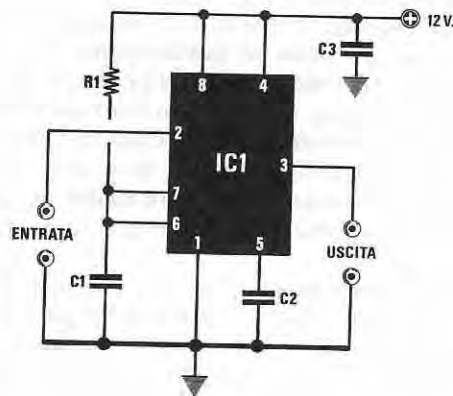

Fig.5 MULTIVIBRATORE MONOSTABILE
In fig.5 vi presentiamo un **monostabile** utilizzato principalmente per ottenere in uscita un impulso **positivo**, ogniquale volta nel piedino 2 Trigger entrerà un impulso **negativo**.
La larghezza dell'impulso di uscita potrà essere variata secondo le diverse esigenze, utilizzando le stesse formule riportate per il precedente **monostabile** (vedi fig.5).
Per calcolare il tempo, vale a dire la larghezza dell'impulso, potrete utilizzare le formule riportate per il monostabile di fig.5.
**Fig.11 MULTIVIBRATORE MONOSTABILE con possibilità di variare o di correggere la sua frequenza agendo sul trimmer R1. Per calcolare il valore di C1, utilizzate le stesse formule dello schema di fig.5.**
**Fig.12 MULTIVIBRATORE MONOSTABILE con possibilità di variare o di correggere la frequenza agendo sul trimmer R2. Per calcolare i valori di C1-R1, utilizzate le formule dello schema di fig.5.**